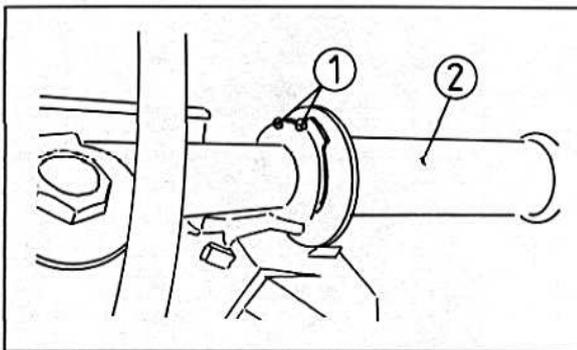

Bild 355
- Den Gasdrehgriff demontieren (Bild 355).